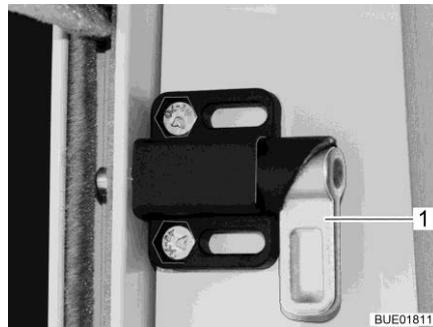

Fig. 104 Pestillo de seguridad, oscurecedor de la luna delantera
- Girar el pestillo de seguridad (Fig. 104,1) hacia arriba a ambos lados.
- Girar el pestillo de seguridad (Fig. 104,1) hacia abajo a ambos lados.